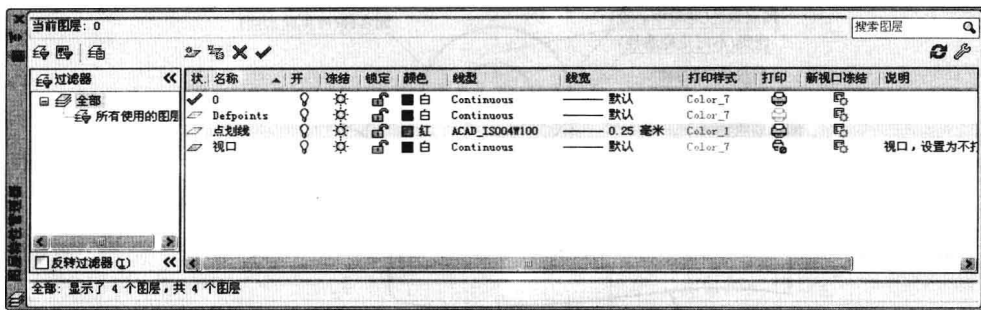

图 6-2-7
(9) “点划线”图层的特性设置完成,如图 6-2-7 所示。